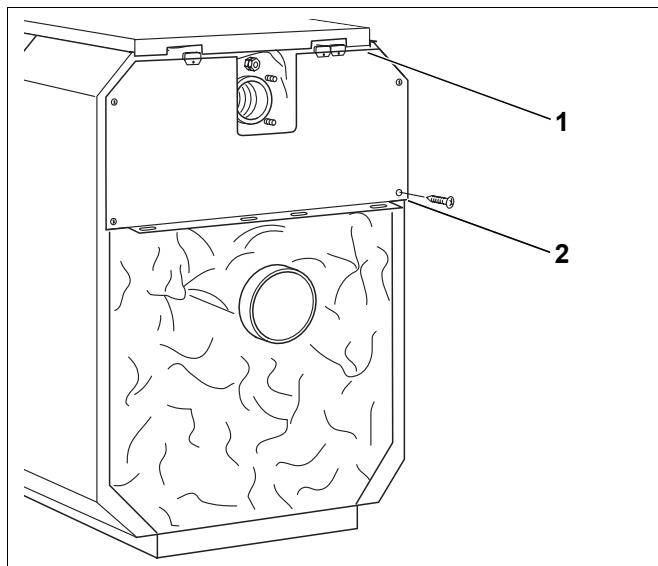

Fig. 55 Montare il pannello caldaia superiore
- ▶ Spingere il pannello posteriore superiore della caldaia al di sotto del pannello di copertura posteriore (fig. 55, [1]) e avvitarlo sulla zona posteriore ai pannelli laterali con quattro viti autofilettanti (fig. 55, [2]).